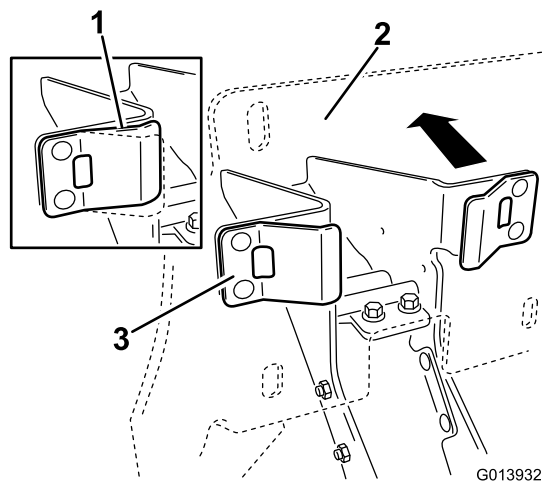

Figura 14
1. Certificando-se que os batentes de plástico estão em contacto com as patilhas da mola, aplique pressão suficiente contra a placa posterior da cavidade para comprimir a mola (Figura 14).